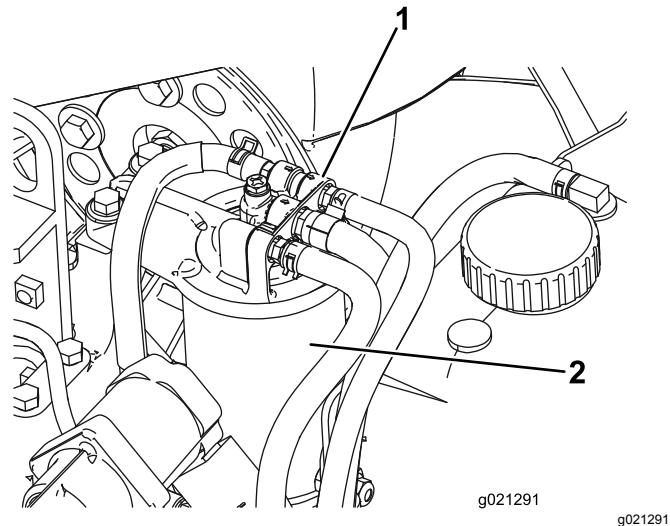

Figura 85
1. Limpie la zona alrededor de la cabeza del filtro de combustible (Figura 85).
2. Retire el filtro y límpie la superficie de montaje de la cabeza del filtro (Figura 85).